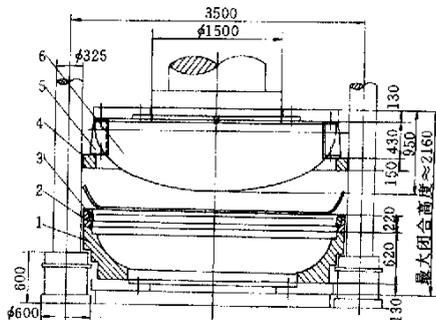

图 2
(3) 加热。毛坯装炉时,必须把上面的杂物清除干净,然后入炉,并做好升温记录。当毛坯加热到800~850℃时,应以0.8min/mm厚度保温18min。待毛坯各处温度均匀后,再继续升温到950~1050℃(火焰颜色为桔黄色),保温22min后出炉。在此过程中,注意用远红外测温仪控制好温度。
(4) 热压。封头模具安装时,要注意把模具放在20000kN水压机的跨中,防止偏心,并使上模与下模圈的间隙均匀。封头冲压前,必须在模具上涂以润滑剂(石墨粉40%加全损耗系统用油60%,调成糊状),终压温度 ≥ 650 ℃,一次热压成形,见图2。
(5) 带母材试板同炉处理后做理化检验。封头母材试板为250mm×200mm×22mm,检验力学性能,做-20℃冲击试验, $A_{kv} \geq 24$ J为合格。